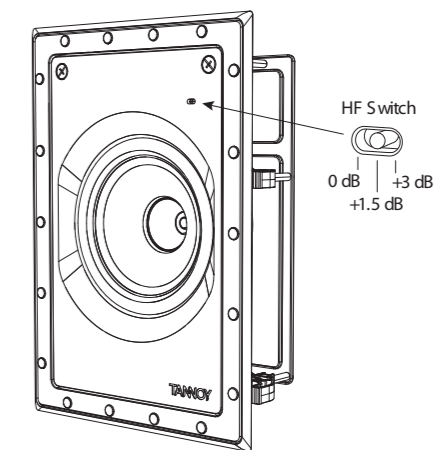

Fig. 14. HF Switch Positions
2. De HF-schakelaar heeft drie standen, waarbij 0 dB vlak is. Pas indien nodig aan de positie van de kamer en de akoestische omstandigheden aan (Fig. 14). (Niet beschikbaar op QCI 6DC IW).